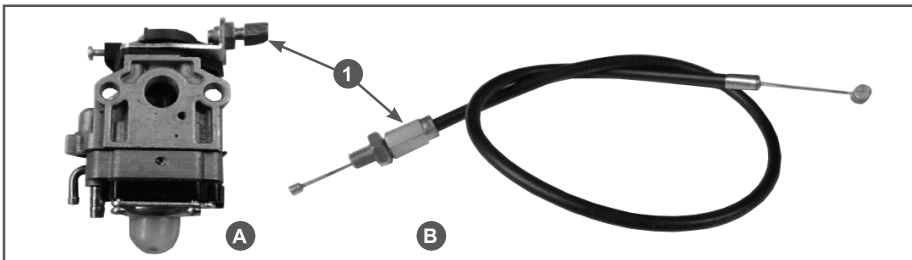
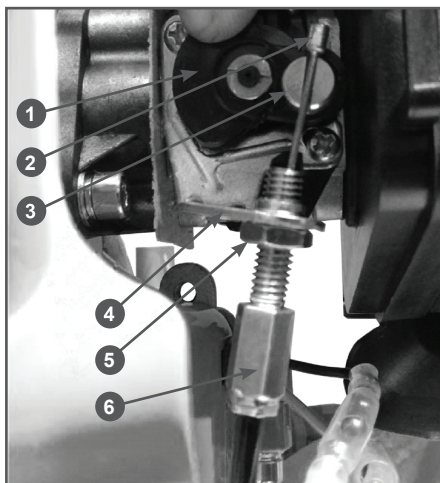

Рис. 2 Размещение регулировочного винта троса газа
Рис. 3 Установка троса газа
1.1. Регулировочный винт предварительно установлен в отверстие кронштейна карбюратора (Рис. 2А). В этом случае необходимо просунуть трос газа внутрь направляющей.
1.2. Регулировочный винт размещен на тросе газа (Рис. 2В). В этом случае необходимо просунуть винт внутрь отверстия кронштейна 4 карбюратора и закрепить его регулировочной гайкой 5 на кронштейне (Рис. 3).
2. Установите кронштейн дроссельной заслонки карбюратора 1 в среднее положение и вставьте бобышку 2 троса в прорезь фиксатора 3, как показано на Рис. 3. Бобышка должна быть утоплена в прорези.